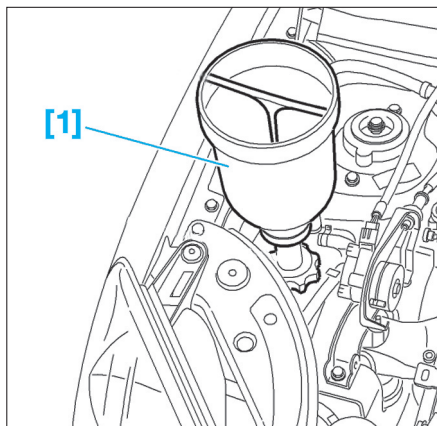

FIG. 21
- Remettre le bouchon sur le bloc moteur (1).
- Placer l'outil [1] à la place du bouchon du vase d'expansion (Fig.21).